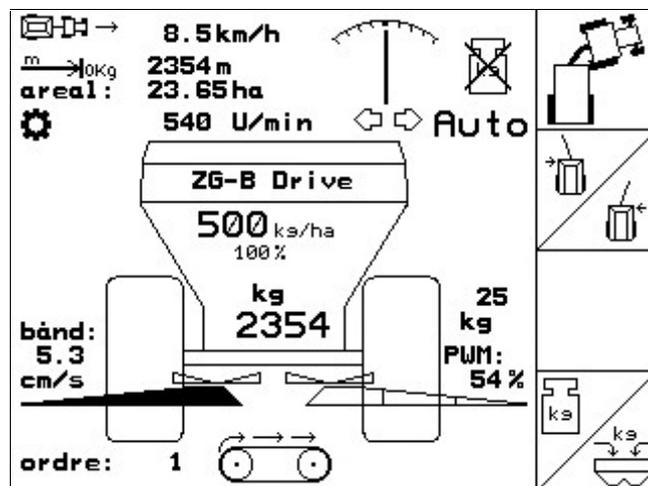

Fig. 48
- Arbejdsmenuen viser den spredte gødningsmængde (Fig. 48/1).